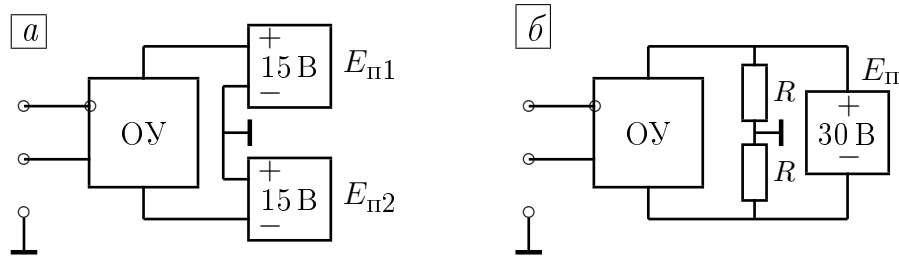

Рис. 3.2. Две схемы питания ОУ. Допускается использовать напряжение источников $\pm(3\dots 18)$ В (для *a*), $\pm(6\dots 36)$ В (для *б*).
1.2. Подключите плату к источнику постоянного напряжения. На рис. 3.2 приведены две схемы питания ОУ: от двух разнополярных источников с напряжением $E_{\text{п}}$ каждый, соединенных последовательно (*a*), и от одного источника с искусственно созданной средней точкой с помощью резистивного делителя напряжения (*б*). Рекомендуется использовать схему с одним источником, $E_{\text{п}} \simeq 20 - 25$ В.